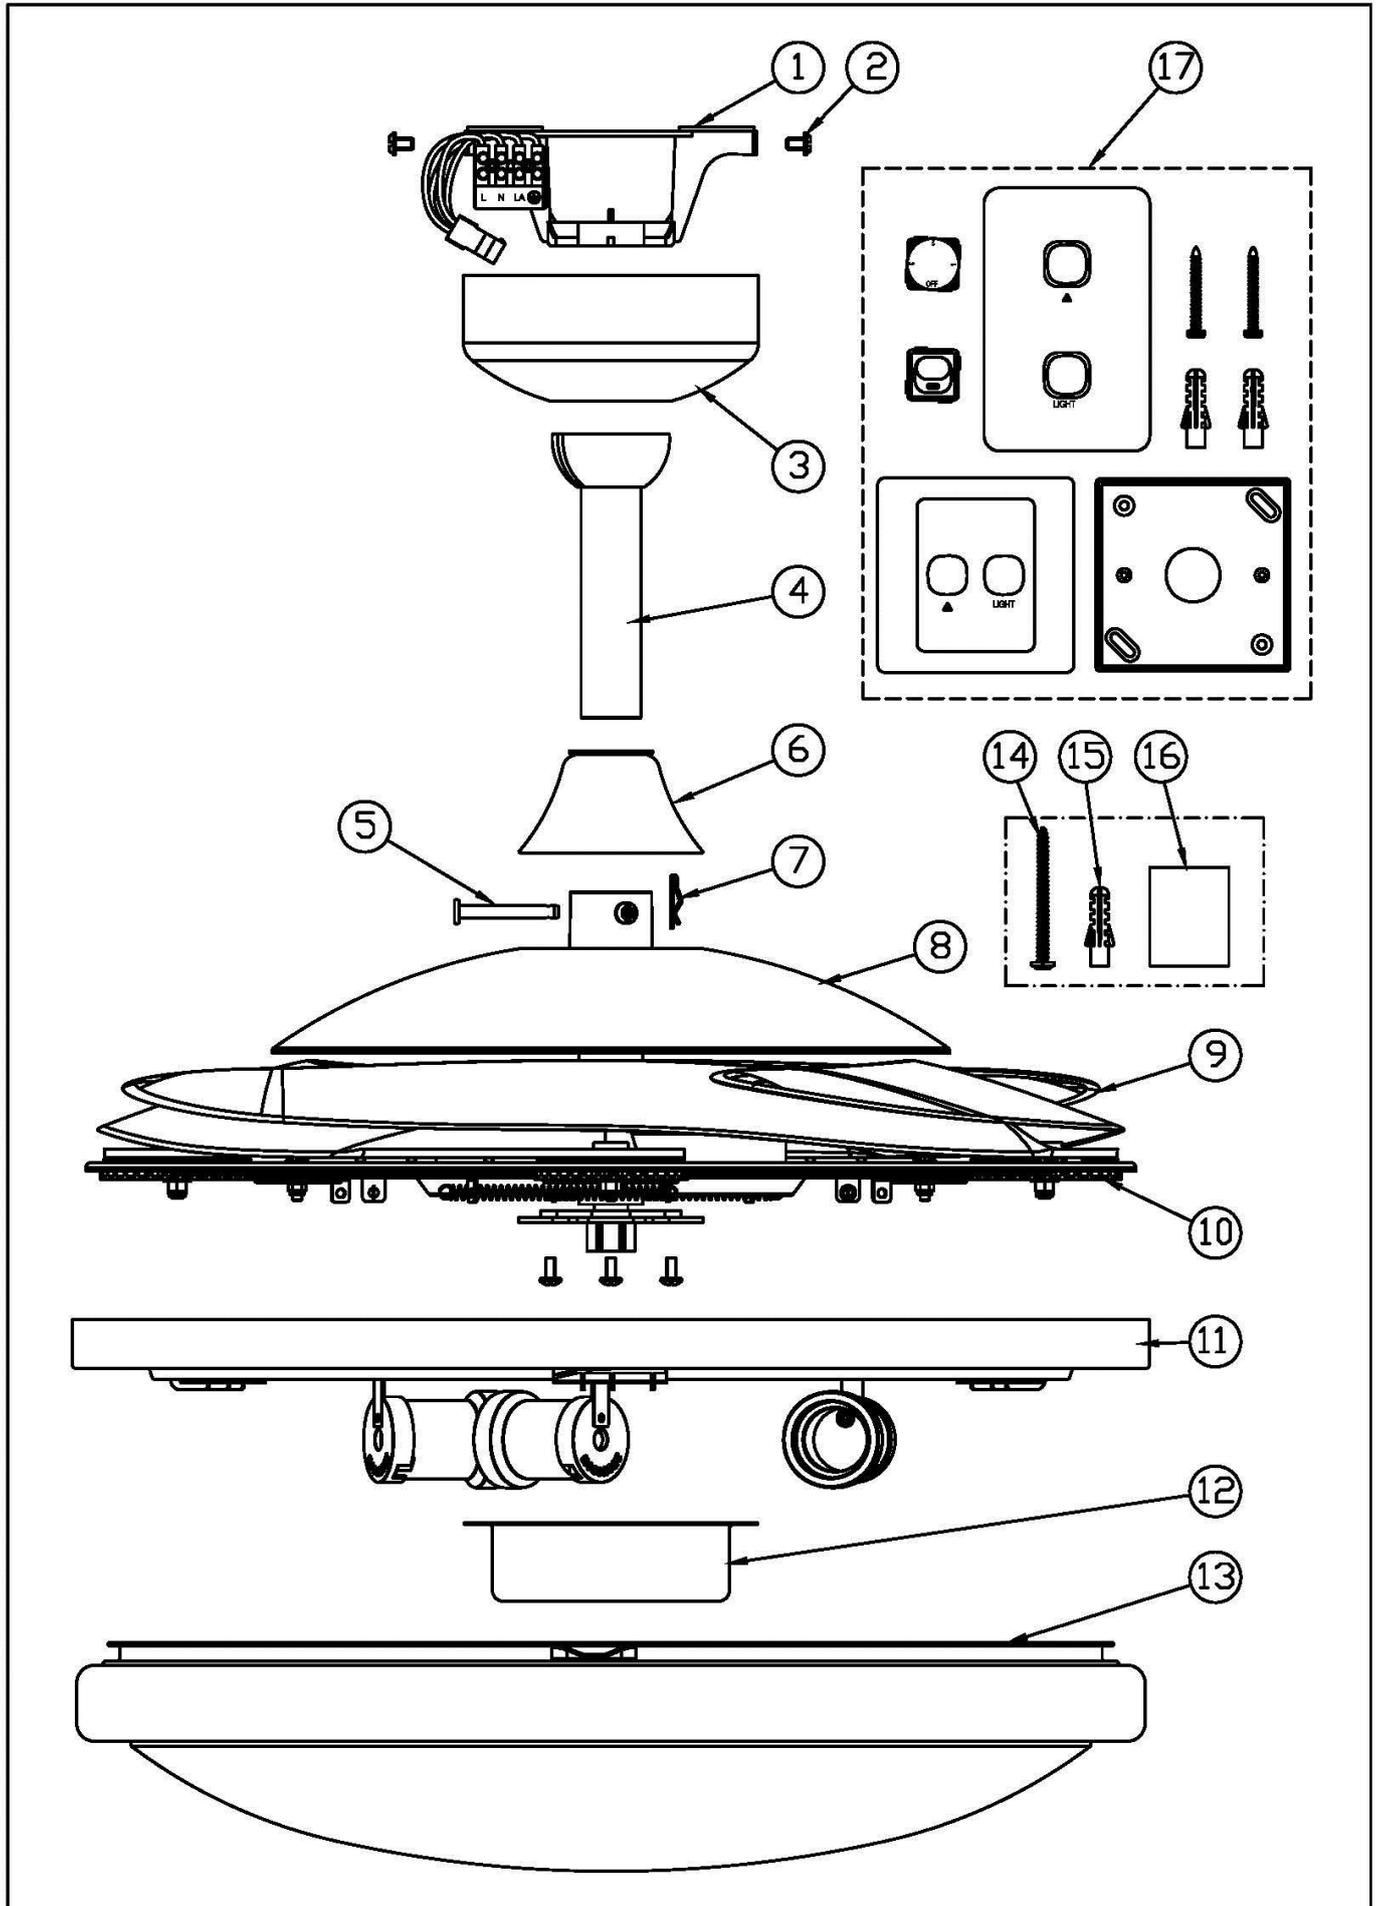

figura 1
Disimballare il ventilatore e identificarne tutti i componenti. Consultare la figura 1.
- 2) Rimuovere la calotta da soffitto (N. 3 – Figura 1) allentando le 2 viti a intaglio.
- 1) Infilare l'asta attraverso la calotta a soffitto (N. 3 – Figura 1) e il coperchietto del bullone e puntale (N. 6 – Figura 1).
- 3) Inserire l'asta di sospensione (N. 4 – Figura 1) dall'alto dell'unità (N. 8 – Figura 1), allineare i fori dell'unità con quelli corrispondenti dell'asta e inserire il bullone (N. 5 – Figura 1). Montare il puntale (N. 7 – Figura 1) sulla testa del bullone.
- 3) Fare scorrere la calotta a soffitto (N. 3 – Figura 1) sulla staffa di montaggio mediante i fori scanalati. Allineare gli altri due fori e installare le altre due viti. Serrare saldamente le quattro viti.